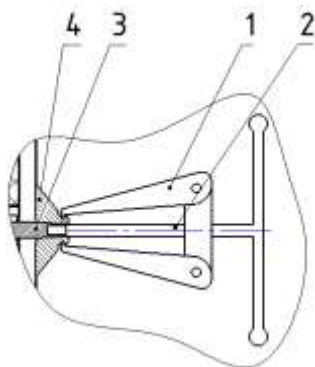

Рис. 37 – Съёмник для крыльчатки
4. Снять крыльчатку при помощи съемника (рис. 37);